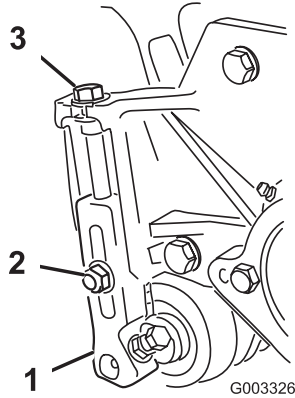

Figure 13
1. Desserrez les contre-écrous de fixation des bras de hauteur de coupe aux plaques latérales du plateau de coupe (Fig. 13).